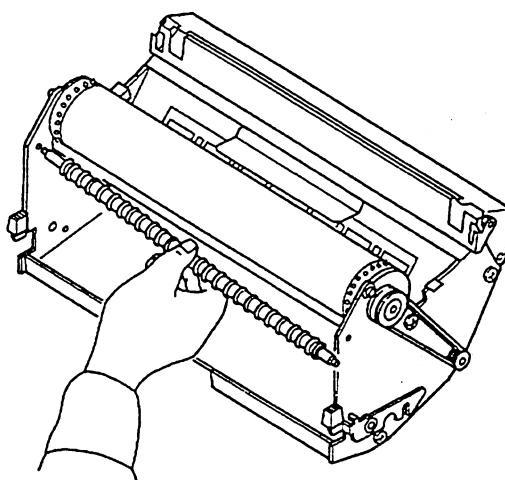

図6.1.2
- (3) 記録紙おさえローラをはずします。ローラの左側にスプリング機構が組み込まれていますので、ローラを左側に押し付けて取りはずしてください (図6.1.2参照)。